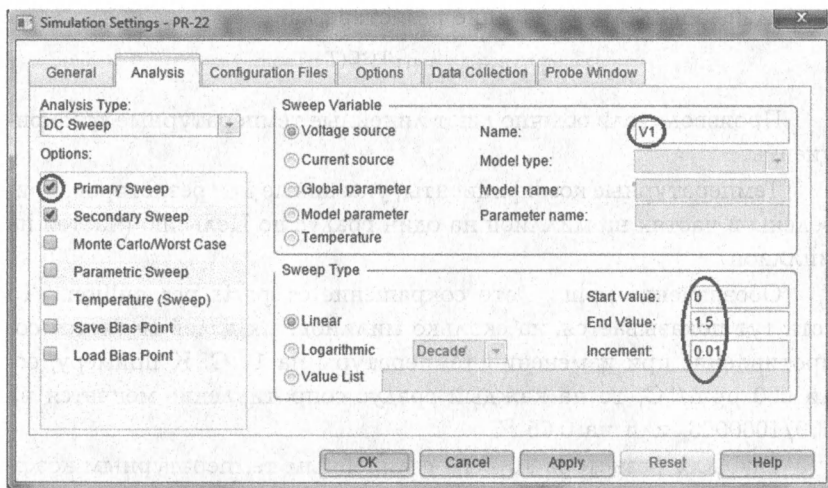

Рис. 14.2. Первичная развертка по напряжению
2. Установим профиль моделирования. В первичной развертке DC Sweep напряжение питания V1 меняется от 0 до 1,5 В (рис. 14.2).